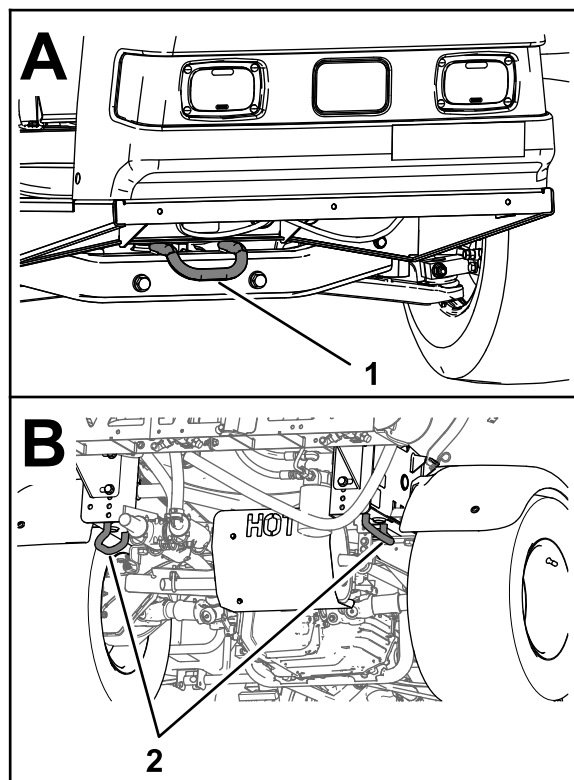

Figura 34
- Legate in modo sicuro la macchina al veicolo di trasporto; Figura 34 illustra gli anelli di attacco della macchina.